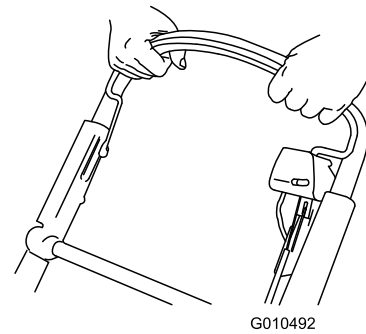

Figura 26
2. Tenete la barra di comando della lama contro la maniglia (Figura 26).